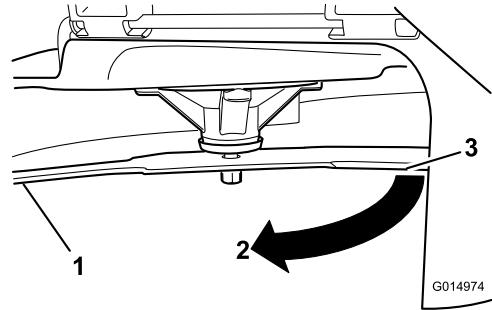

図 55
4. 同じブレードを180度回転させる。すなわち、ブレードのもう一方の刃先が、先ほど測定した場所と同じ位置にくるようにする 図 55。